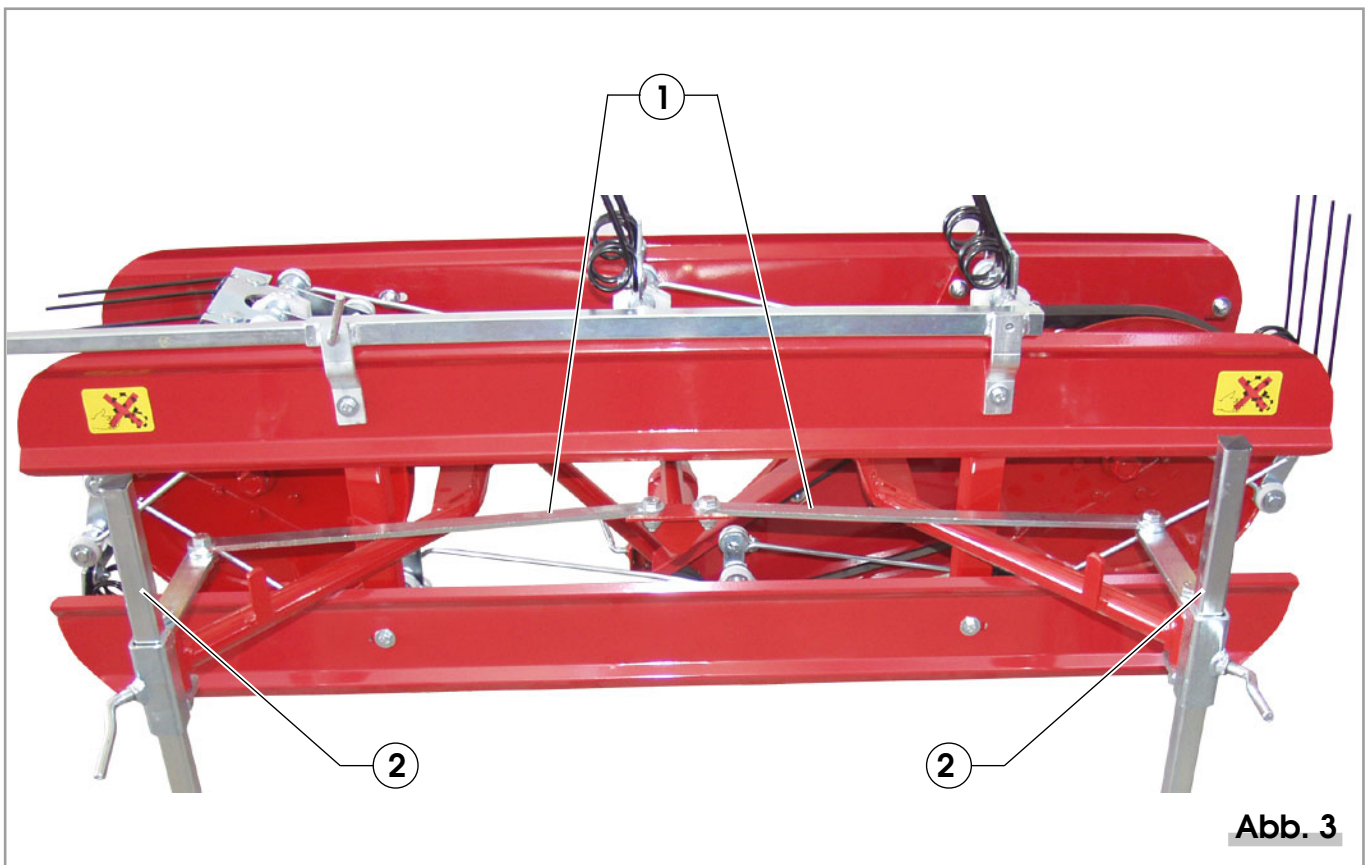

Abb. 3
- 2)** Die beiden Zugstangen (Pos. 2, Abbildung 2), wie auf Abbildung 3 POS. 1 abgebildet, zwischen den Richtungshebel und die Trägerarme einfügen.